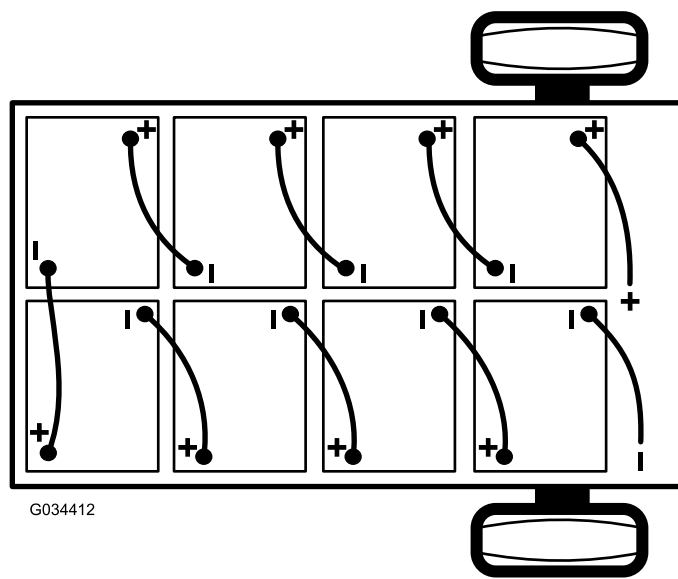

Figure 42
2. Débranchez le câble négatif principal (noir) de la batterie qui relie la rangée de batteries au point de masse de la machine (Figure 42).
3. Débranchez le câble positif principal (rouge) qui relie la rangée de batteries au contacteur principal de la machine (Figure 42).
- Remarque:** Tenez compte de la polarité lors de la mise en place des batteries neuves (Figure 42).
6. Reliez les batteries entre elles, comme montré à la Figure 42, avec les câbles d'interconnexion que vous avez retirés à l'opération 1.
2. Branchez le câble positif principal (rouge) entre la rangée de batteries et la machine (Figure 42).
3. Branchez le câble négatif principal (noir) entre la rangée de batteries et la machine (Figure 42).